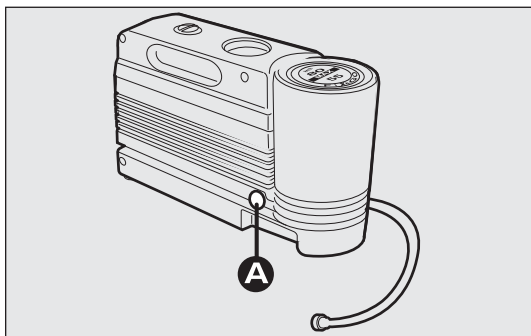

fig. 183
- spingere il tasto A-fig. 183 per il rilascio del ricambio;